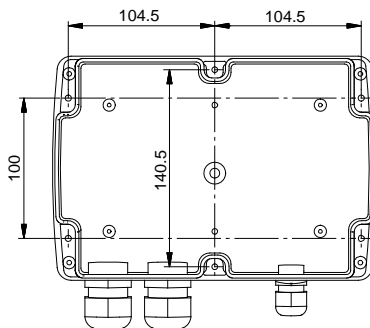

Fig. 1
Le boîtier contient six trous de fixation ( $\varnothing 4$ ). Voir fig. 1. Les dimensions sont en mm.
- À l'horizontale, pour permettre l'écoulement de l'eau condensée. Voir fig. 1